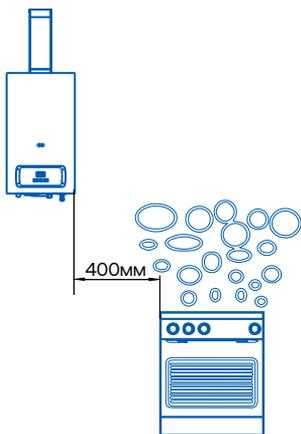

Рис.5
Расстояние от боковых поверхностей водонагревателя до трудновоспламеняемых стен должна быть не менее 250 мм. (см рис.5). При уменьшении указанного расстояния до 150 мм необходимо установить дополнительную теплоизоляцию.
- ◆ Не устанавливайте водонагреватель над аппаратами, которые могут влиять на его работу своими жировыми, тепловыми или другими испарениями (например, плиты, стиральные машины и др.). Минимальное расстояние по горизонтали от таких аппаратов должно составлять не менее 400 мм. (см. рис.5)